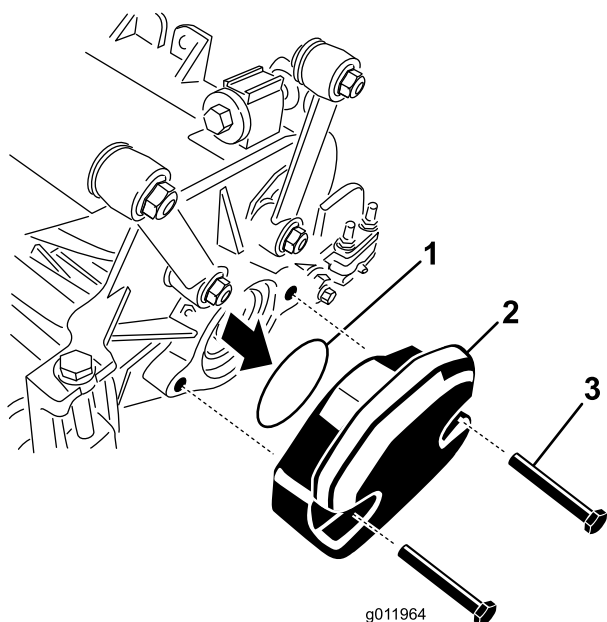

Figura 6
1. Na unidade de corte número 3, remova os dois parafusos que prendem o contrapeso à extremidade esquerda da unidade de corte e retire o contrapeso (Figura 6).